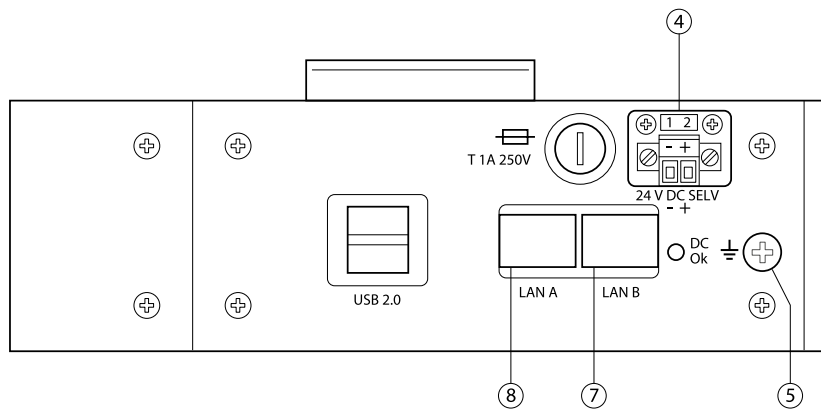

Fig. 14-8: Anschluss der Gebäudeautomation an GeniAx BACnet Module
- Erdung des BACnet Module vornehmen mit Hilfe der Funktions-Erdungsschraube des Gerätes (siehe Fig. 14-8, Pos. 5 und Tab. 14-4).
- Ethernet-Anschluss des Geniax Servers anschließen an Anschlussbuchse LAN A (LAN B) des BAC-net Module gem. Fig. 14-8, Pos. 8 (7) und Tab. 14-4.
- Ethernet-Anschluss der Gebäudeautomation anschließen an Anschlussbuchse LAN B (LAN A) des BACnet Module gem. Fig. 14-8, Pos. 7 (8) und Tab. 14-4.